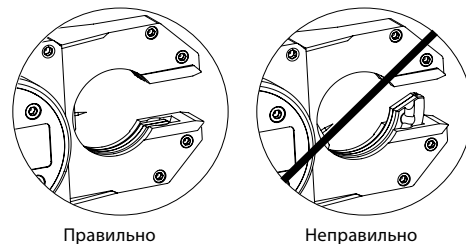

Рисунок 43. Положение ротора
3. Убедитесь в правильности положения ротора. См. рисунок 43.